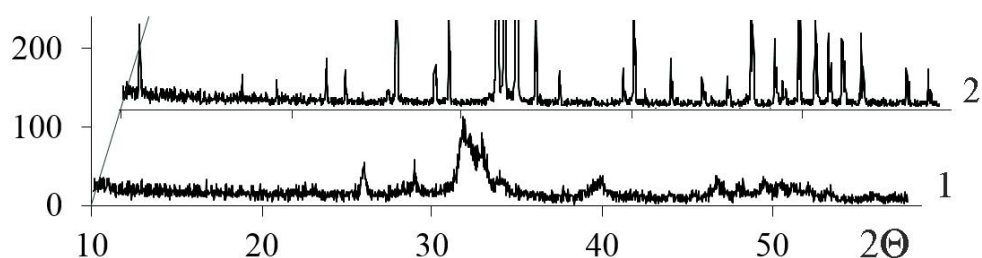

Рис. 5 Рентгеновские дифрактограммы образцов керамики гидроксиапатита
6. По представленным на рис. 5 рентгеновским дифрактограммам ($\lambda_{K\alpha 1} = 0,154$ нм) образцов № 1 и 2 керамики гидроксиапатита (структурная формула $\text{Ca}_{10}(\text{PO}_4)_6(\text{OH})_2$) сделайте обоснованный вывод, какой из образцов был подвергнут длительному термическому отжигу при температуре, превышающей 0,4 от температуры плавления, при условии, что исходные образцы имели одинаковую зерненую структуру.